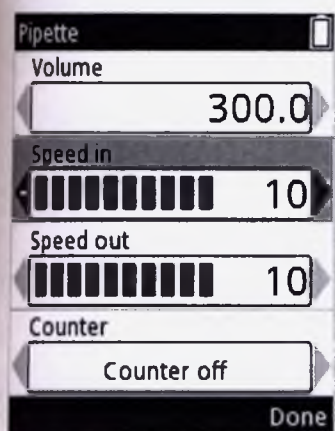

Рисунок D8.
2. Для выделения скорости забора или скорости дозирования используйте клавишу (рисунок D8).